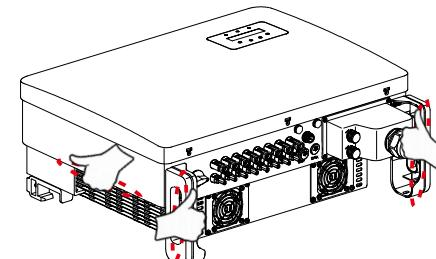

图4.2 可扶抬区域
- 打开箱子后，拿出逆变器，虚线区域为可扶抬的区域，两边为同一位置。（如图4.2所示）